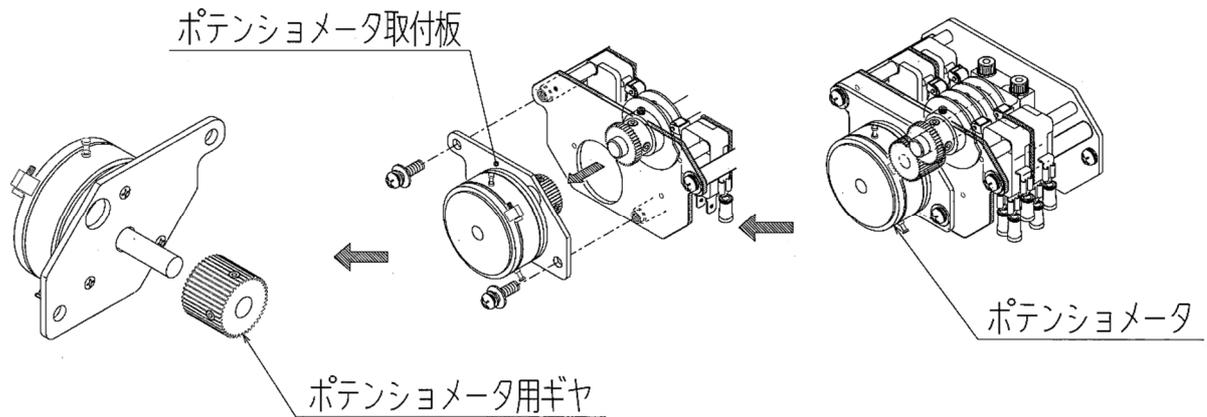
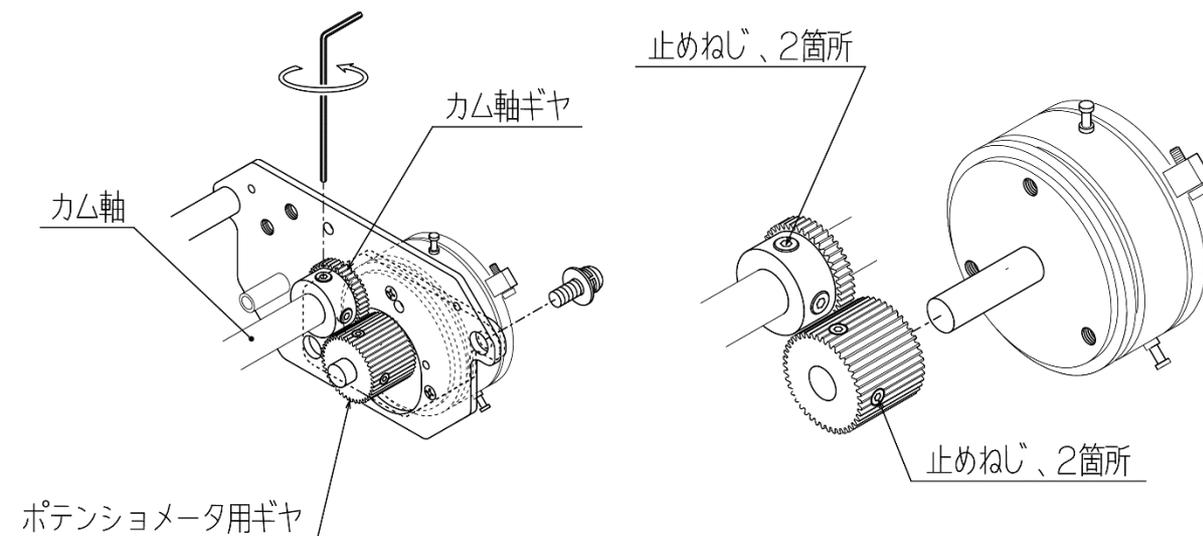

図9：ポテンシオメータの取り外し
図10：ポテンシオメータの調整
- ⑤RM端子に(＋)、WM端子に(－)をテスタ(電圧レンジ)にてあて、電圧値を測定、記録します。
- ⑥ポテンシオメータ本体の3端子に接続されているリード線色と端子番号を記録します。
- ⑦ポテンシオメータの端子付近からリード線を切断します。
- ⑧ポテンシオメータ取付板を取り外します。(図9参照)
- ⑨ポテンシオメータに付いているギヤを外し、ポテンシオメータを取付板から取り外します。
- ⑩新しいポテンシオメータを取付板に取付け、⑨で取り外したギヤをポテンシオメータ軸に取付けます。(図10参照)
- ⑪リード線をポテンシオメータ端子にはんだ付けします。リード線は⑥記録した内容通りに接続してください。又、端子へのはんだ付け作業は出来るだけ手早く行ってください。
- ⑥RM端子に（+）、WM端子に（-）をテスタ（電圧レンジ）にてあて、電圧値を測定しながらカム軸ギヤを指で回し、電圧値が約50mVとなる位置でカム軸ギヤの止めねじを仮固定します。（図10参照）